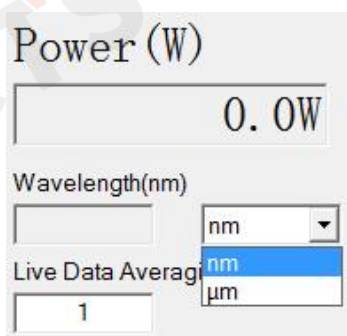
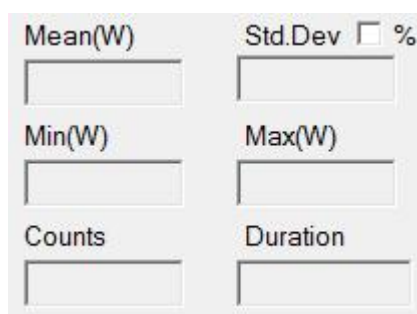

图 2 显示实时测量功率
图 3 观测实时平均值、稳定性、最大值、最小值等
(2) 区域 2 实时显示区域，如图 2 显示实时测量的功率值，其中测量波长可自动读取，与表头设置的波长一致，单位有 nm 和  $\mu\text{m}$ ；在功率测量过程中，图 3 中可实时观测平均值、稳定性、最大值、最小值，已完成的样点数以及剩余的样点数；